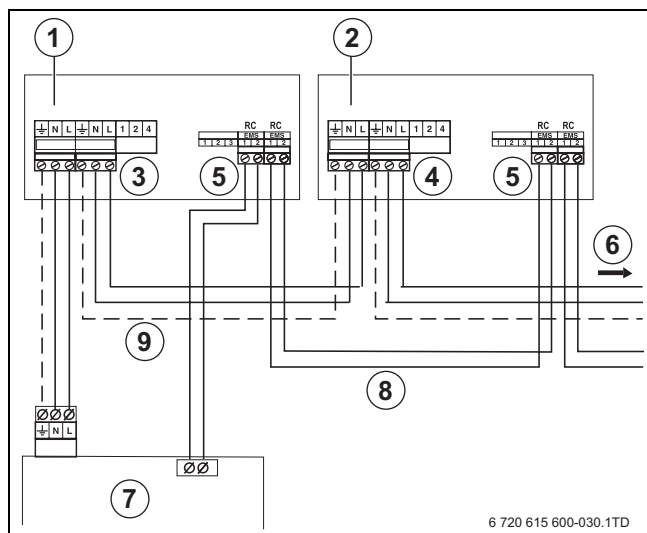

Рис. 37 Подключение нескольких модулей
- ▶ Подключите сетевой провод 230 В ~ [3-4] от первого функционального модуля [1] к следующему модулю [2] (→ рис. 37).